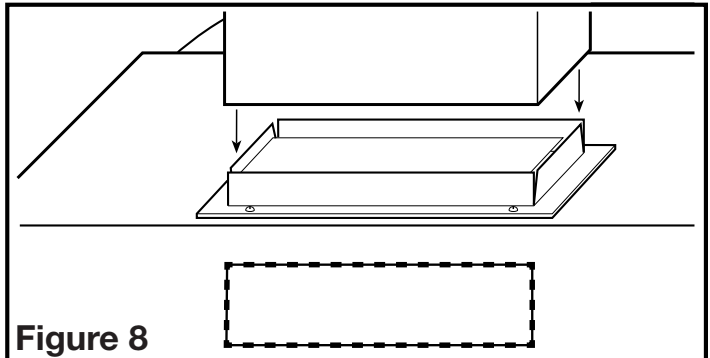

Figure 8
1. Raccorder les conduits au collet et au clapet de la hotte. Fixer en place en utilisant du ruban pour canalisations pour sceller tous les joints (Figure 8).